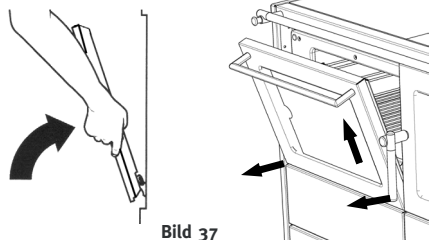

Bild 37
- Die Backrohtür mit beiden Händen seitlich fassen und Tür leicht anheben, die Scharniere nach vorne aus den Türöffnungen ziehen (Bild 37+38).